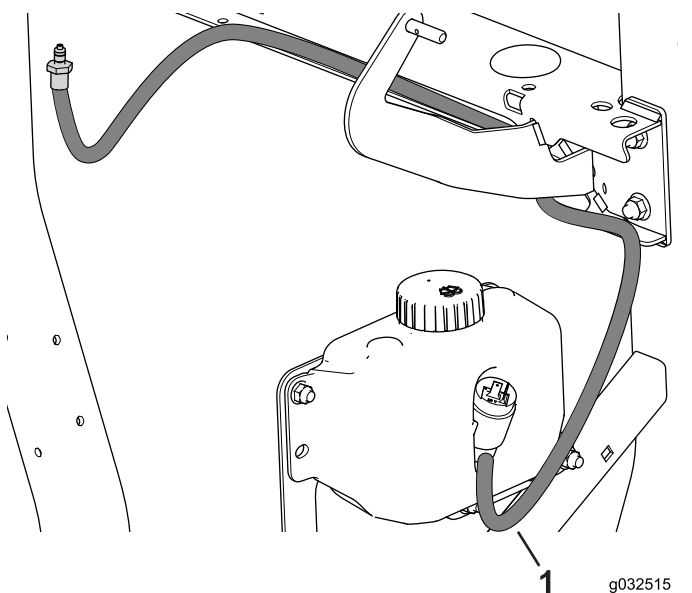

Figure 35
5. Raccordez le tube de lave-glace au réservoir de lave-glace et attachez-le au cadre avec des serre-câbles (Figure 35).